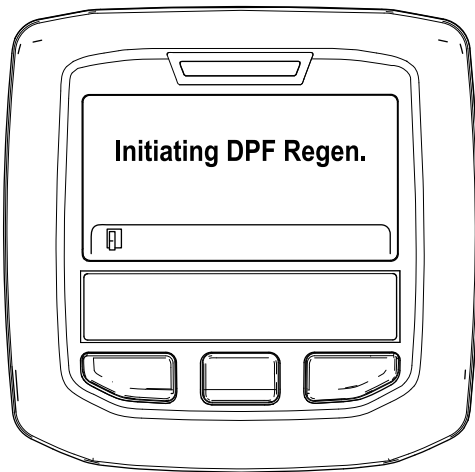

Figura 52
- A. Se muestra el mensaje “Initiating DPF Regen.” (Iniciando regeneración de DPF) (Figura 52).